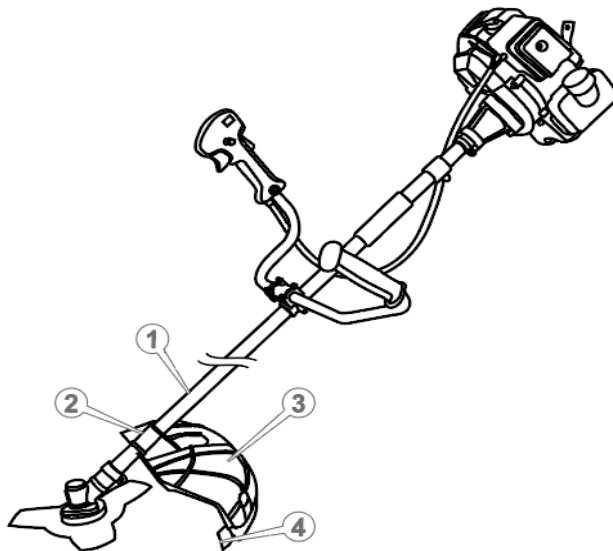

Рисунок 6. Схема встановлення захисного кожуха.
- встановити ніж (4, рис. 6) для обрізання жилки на захисний кожух (3, рис. 6) і надійно закрутити за допомогою фіксуючих кріплень;
- встановити захисний кожух (3, рис. 6) на штангу за допомогою комплексу кріплень так, щоб позиціонуючий отвір скоби (2, рис. 6) поєднався із відповідним отвором штанги (1, рис. 6), та зафіксувати гвинтами з комплексу. Переконайтеся в надійності кріплення захисного кожуха — прокручування не допускаються.
Жилка під час роботи зношується. Щоб замінити робочі кінці жилки — подати мотокосу до землі так, щоб різальний низ головки злегка короткочасно торкнувся корпусом поверхні землі, що призведе до виходу нової частини жилки, а зайва буде автоматично відрізана різальним ножем (4, рис. 6).